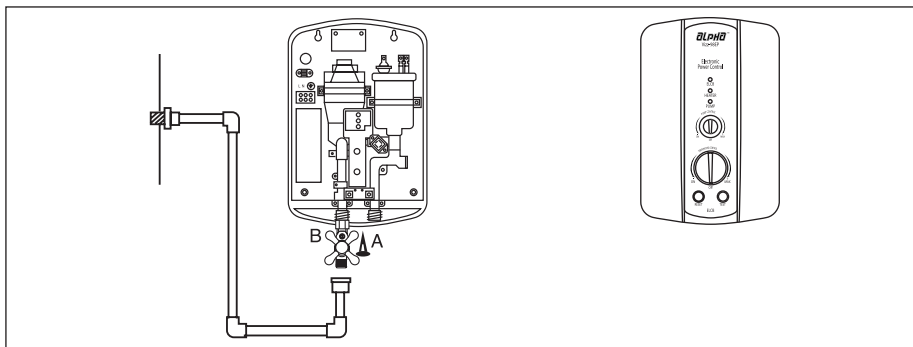

Fig. 4 - General Layout
- Replace the cover and secure the screw marked 'A' as in Fig. 4.
- Pasangkan penutup dan ketatkan skru yang ditandakan 'A' seperti Fig. 4.